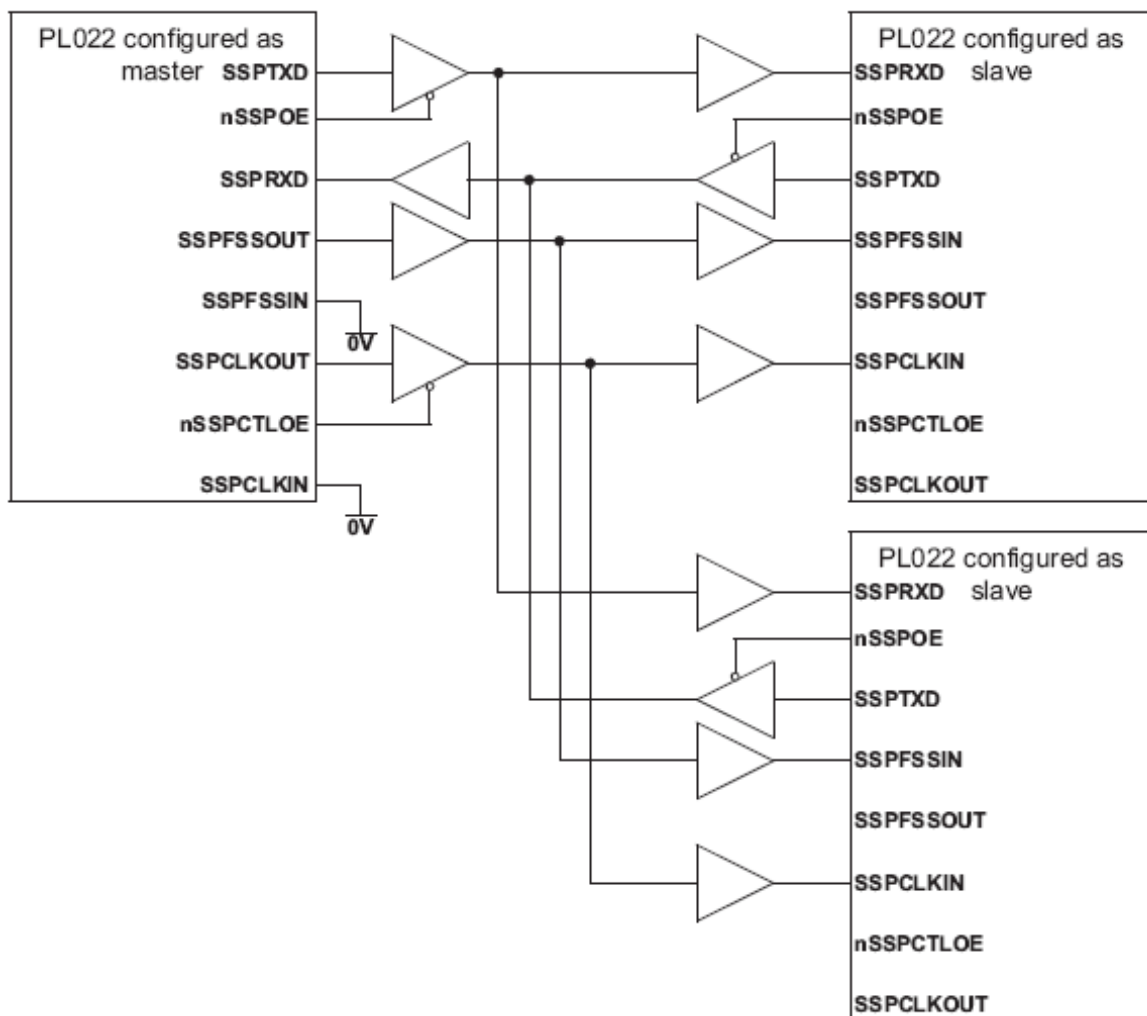
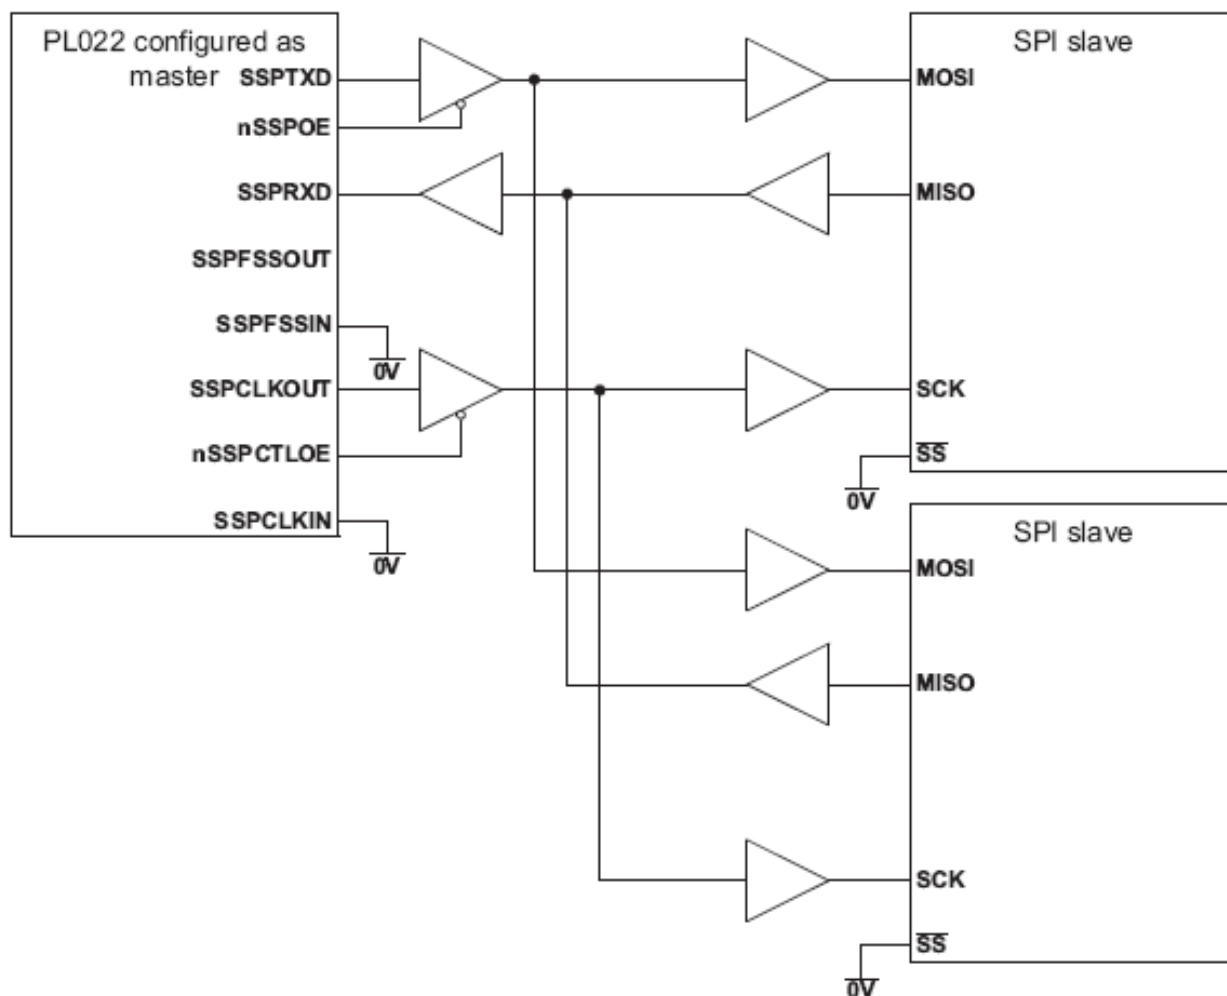
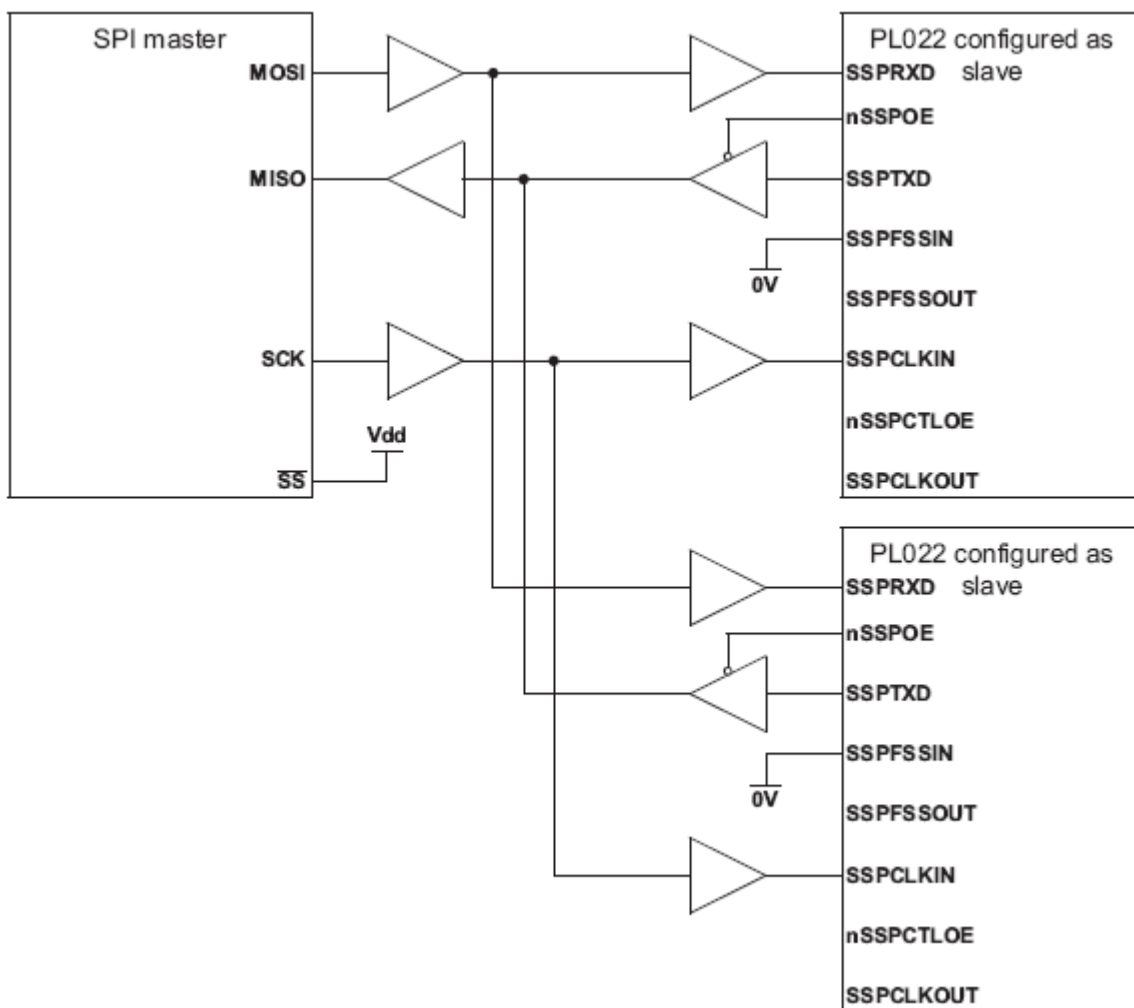

Рисунок 108 – Ведущее устройство SSP подключено к двум ведомым
Рисунок 109 – Ведущее устройство SSP подключено к двум ведомым, поддерживающим SPI
Рисунок 110 – Ведущее устройство, протокол SPI, подключено к двум ведомым модулям SSP
Рисунок 108, Рисунок 109, Рисунок 110 показывают варианты подключения модуля PrimeCell SSP (PL022) к периферийным устройствам, работающим в ведущем или ведомом режиме.
Рисунок 108 показывает совместную работу трех модулей SSP, один из которых сконфигурирован в качестве ведущего, а два – в качестве ведомых устройств. Ведущее устройство способно передавать данные циркулярно в адрес двух ведомых по линии SSPTXD.
Рисунок 109 показывает подключение модуля SSP, сконфигурированного как ведущее устройство, к двум ведомым устройствам, поддерживающим протокол SPI фирмы Motorola. Внешние устройства сконфигурированы как ведомые, путем установки в низкий логический уровень сигнала выбора ведомого устройства Slave Select (SS). Как и в предыдущем примере, ведущее устройство способно передавать данные в адрес ведомых циркулярно по линии SSPTXD. Ответная передача данных на входную линию SSPRXD ведущего устройства одновременно осуществляется только одним из ведомых по соответствующей линии MISO.
Рисунок 110 показывает ведущее устройство, поддерживающее протокол SPI фирмы Motorola, соединенное с двумя модулями SSP, сконфигурированными для работы в ведомом режиме. Линия Slave Select (SS) ведущего устройства в этом случае установлена в высокий логический уровень. Ведущее устройство осуществляет передачу данных по линии MOSI циркулярно в адрес двух ведомых модулей.